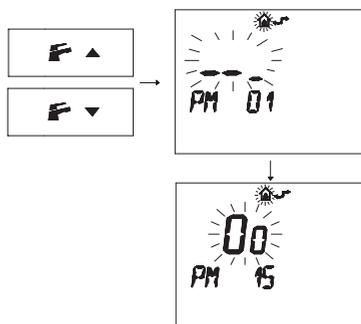

Figura 5.31
- Premere i pulsanti **F** o **F** per visualizzare la programmazione "PM15" abilitazione della sonda esterna (Figura 5.31).